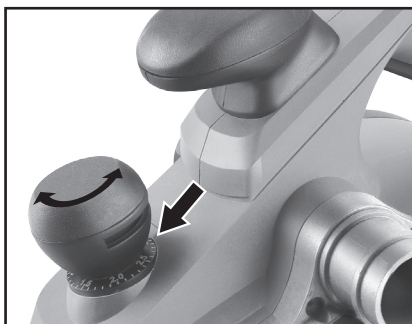

Abb. 2, Einstellung des Abtrags
- Stellen Sie den Hobel auf eine gerade Unterlage und stellen Sie die Größe des Abtrags durch Drehen der Schraube zur Einstellung der Tiefe des Abtrags ein, siehe Abb. 2. Der kleine Pfeil, der zur Zahl auf der Skala der Schraube gerichtet ist, markiert den eingestellten Wert.